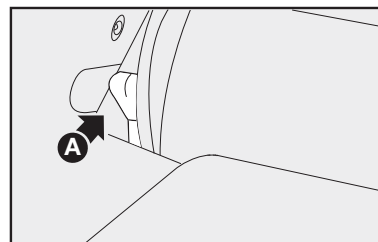

fig. 101
5) Destruavar o encosto do banco agindo sobre as alavancas laterais **A-fig. 101** do mesmo, na direção da seta;